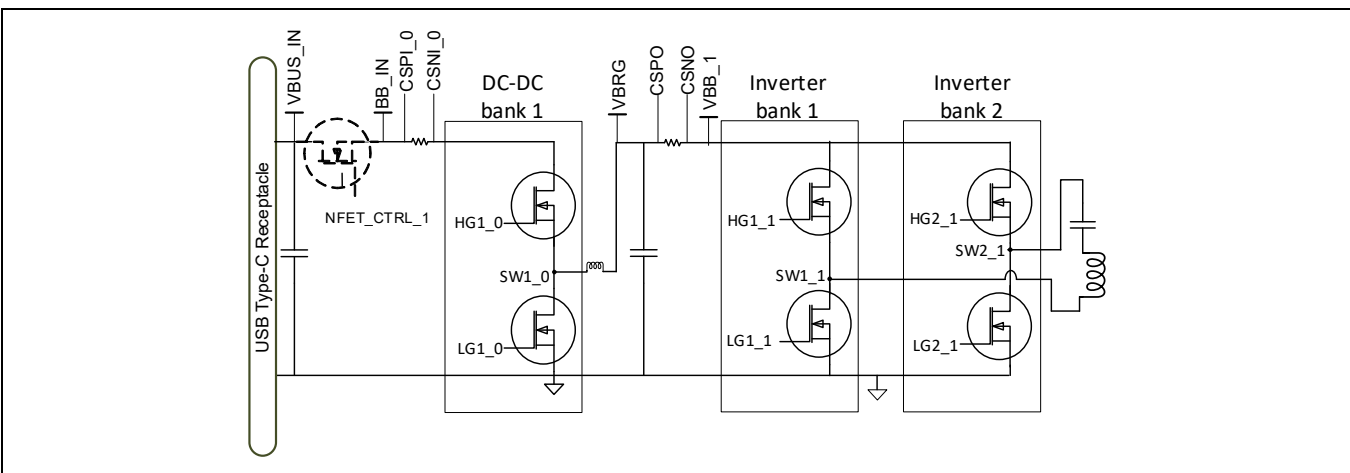

Figure 2 带降压和逆变器电源的 WLC1115 关键引脚映射 [3]
3. 请参阅 Figure 2, 了解 WLC1115 关键引脚映射到降压和逆变器电源的电源输入、电流检测和栅极驱动器的情况概述。